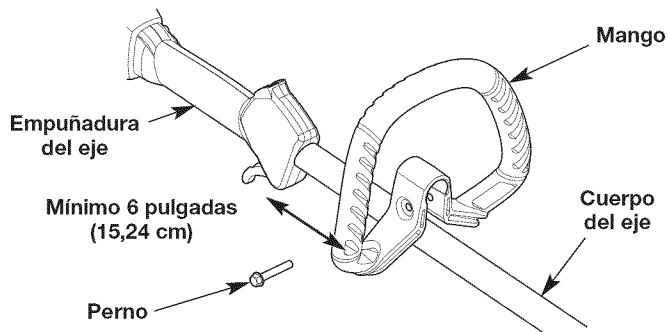

Fig. 2
1. Afloje el perno (Fig. 2).
2. Sin dejar de sujetar la unidad en posición de operación (Fig. 11), mueva el mango hasta el lugar que le dé el mejor agarre. Colóquelo a una distancia mínima de 6 pulgadas (15.24 cm) de la base de la empuñadura del eje (Fig. 2).